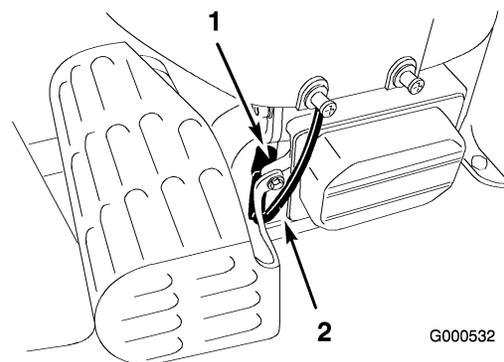

Figura 30
2. Staccate il cappello della candela (Figura 30). Pulite intorno alla candela per evitare che la morchia penetri nel motore e lo danneggi.
3. Collegate il cappello alla candela (Figura 30).